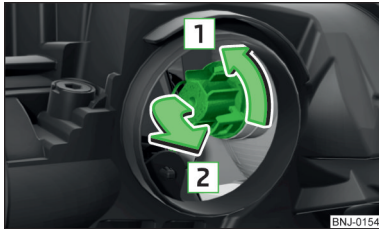

Abb. 301
- › Die Fassung mit der Glühlampe in Pfeilrichtung **1** drehen » Abb. 301.